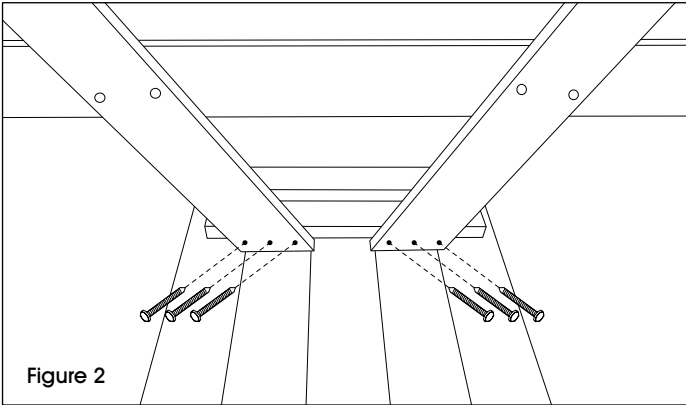

Figure 2
5. Placez le dessus de table préassemblé à l'envers. Placez les pattes sur la face intérieure de la barre de soutien. Assurez-vous que les pattes sont équidistantes des deux bords de la table et que la traverse est orientée vers l'extérieur. (Voir Figure 2)